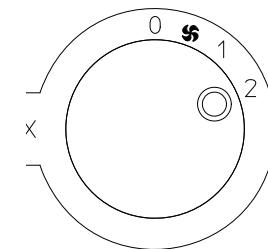

fig. 5
- Zur Aktivierung der Funktion HÖCHSTLEISTUNG drehen Sie den Knopf "B" (Abb. 1) so, dass der Bezug "I" mit dem Symbol "2" auf der Bedienkonsole (Abb. 5) zentriert ist.
- Para activar la función POTENCIA MÁXIMA, gire la manija "B" (fig. 1) de tal forma que la referencia "I" quede alineada con el símbolo "2", presente en el panel de mandos (fig. 5).